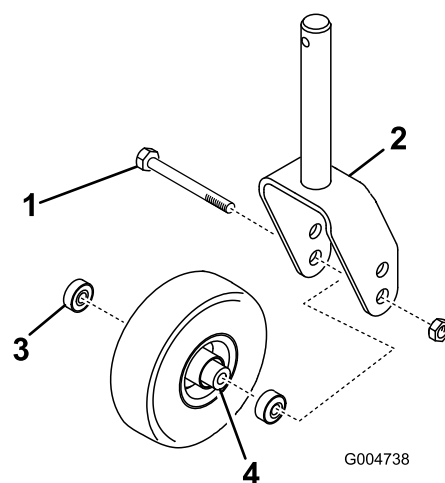
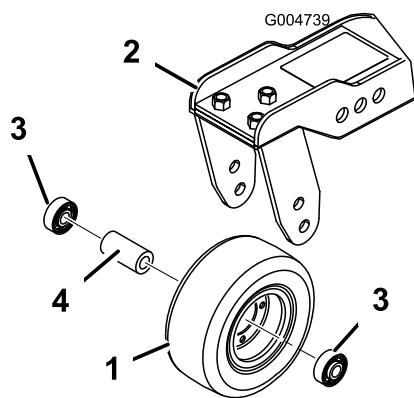

Figura 89
Figura 90
1. Retire a porca de bloqueio do parafuso que fixa a estrutura da roda giratória entre a forquilha da roda giratória (Figura 89) ou o braço articulado da roda giratória (Figura 90). Fixe a roda giratória e retire o parafuso da forquilha ou do braço articulado.
- Retire o rolamento do cubo da roda e deixe cair a cunha do rolamento para fora (Figura 89 e Figura 90). Retire o rolamento do lado oposto ao do cubo da roda.